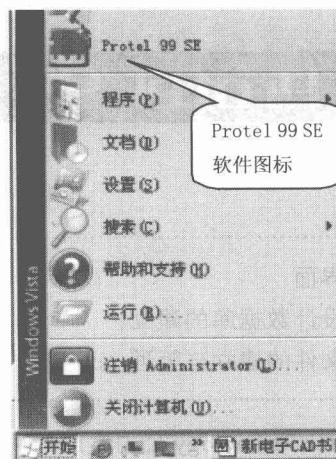

图 1.1 “开始”按钮的快捷菜单
(1) 安装 Protel 99 SE 软件后，可以在桌面上设置一个 Protel 99 SE 的快捷方式图标，双击该图标即可打开程序。或者单击“开始”按钮，在弹出的快捷菜单中选择(单击) Protel 99 SE (见图 1.1) 命令即可。